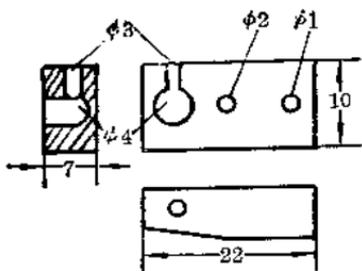
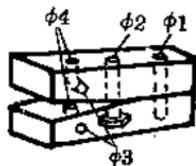

图 1
图 3
(1) 将松木条按图 1 尺寸削好二块，钻好孔。其中 3 孔与 4 孔互相钻通，变成“L”形。1 孔与 3 孔的直径是  $2.4\text{mm}$ ，2 孔与 4 孔的直径是  $3.2\text{mm}$ ，4 孔不要打穿。钻 3 孔之前请参照图 3 弄清其位置。3 孔和 4 孔相通。钻完孔后，将图 3 中下面的一根木条在 2 孔位置轻轻把一个螺帽敲打进去，形成一个六角凹槽。
(2) 将收音机或电视机的其中一根电源线剪断，在断头
另一根电源线也按同样方式用焊锡灌封在另一条松木条的“L”型弯孔中，然后把两根松木条按图3叠在一起，并往1孔穿过小橡皮筋，打好结，这样就做